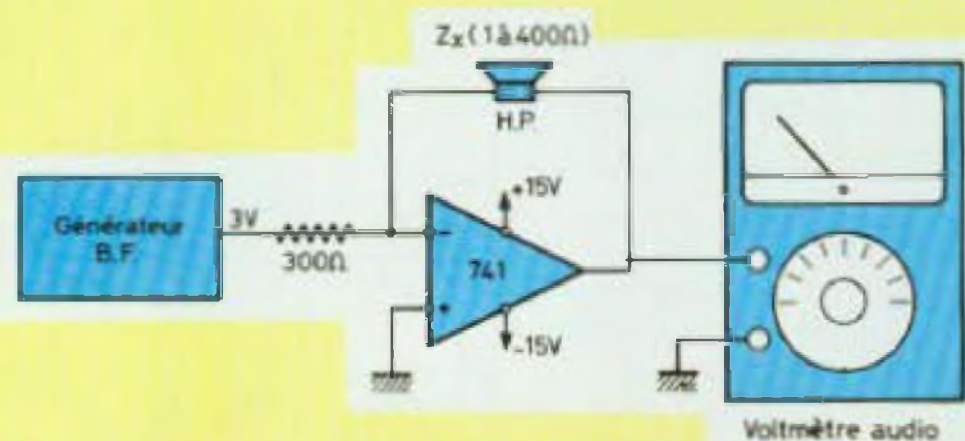

Fig. 2. Méthode de mesure directe de l'impédance d'un haut-parleur.
pratique, on l'a retrouvée plus récemment dans un petit appareil de mesure japonais de marque Sanwa appelé « Io-Res ». En se basant sur cette même idée, mais à partir d'un circuit différent en plusieurs points, adapté à des composants actifs disponibles en France, ce circuit a donc été conçu. Il permet, mis à part l'affichage direct de l'impédance, l'affichage direct des selfs et capacités, du moins pour les valeurs les plus couramment employées dans les filtres passifs pour enceintes acoustiques. La figure 2 montre l'idée d'origine (S. Kato, 1970). Le principe est extrêmement simple. Il est basé sur une conversion directe  $V/\Omega$  grâce à l'emploi d'un amplificateur différentiel. Comme le montre la figure, la charge  $Z_x$  est montée en contre-réaction sur l'amplificateur opérationnel. En prenant l'exemple simple d'un signal de 3 V d'amplitude appliqué à l'entrée du circuit, d'une résistance série de valeur 300  $\Omega$ , le signal de sortie en volts sera proportionnel au rapport 300  $\Omega/3$  V soit 100  $\Omega$  par volt. Autrement dit, la relation valeur de résistance de contre-réaction/tension de sortie sera proportionnelle au rapport 100 ( $\Omega$ )/1 (V). Pour une valeur  $Z_x$  de 8  $\Omega$ , la tension obtenue en sortie sera de 0,08 V ou 80 mV. Pour 16  $\Omega$  on obtiendra 160 mV alors que pour 100  $\Omega$  on aura 1 V en sortie. En multipliant l'échelle par 100, l'affichage indiqué en sortie sera le reflet exact de la valeur de l'impédance  $Z_x$ . Entre les valeurs d'impédance comprises entre 1  $\Omega$  et 300  $\Omega$ , la tension de sortie obtenue sera comprise